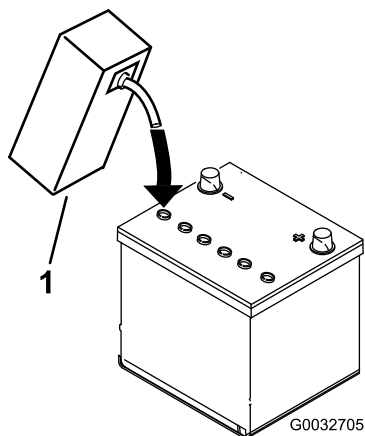

Figure 8
3. Versez de l'électrolyte avec précaution dans chaque élément jusqu'à ce les plaques soient recouvertes par environ 6 mm ($\frac{1}{4}$ po) de liquide (Figure 8).
4. Attendez environ 20 à 30 minutes que les plaques aient le temps de s'imprégner d'électrolyte. Faites l'appoint au besoin pour faire monter le niveau de liquide à environ 6 mm ($\frac{1}{4}$ po) en dessous du creux de remplissage (Figure 8).